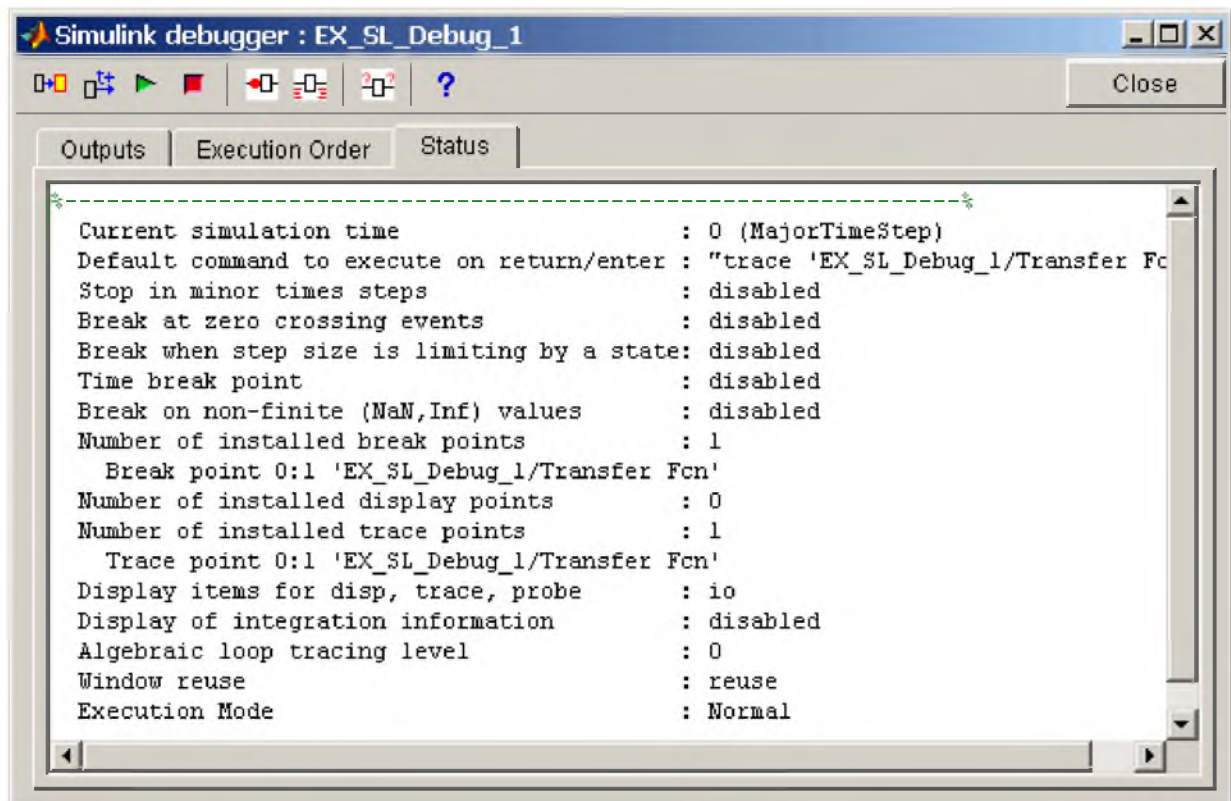

Рис. 13.9 Вкладка **Status** главного окна отладчика
3. **Status** – Статус отладчика. На данной вкладке (рис. 13.9) отображается информация о настройках и текущем состоянии отладчика: значение текущего временного шага, количество точек прерывания, информация об установке точек прерывания по условию и т.п.